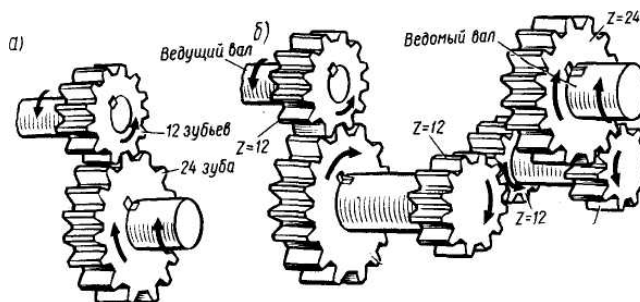

Рис. 78. Зубчатая передача.
I. Чему равно передаточное отношение (передаточное число) в зубчатой передаче, показанной на рис. 78, а, если ведущей является шестерня, имеющая 12 зубьев?
II. Чему равен крутящий момент на валу ведомого колеса (см. рис. 78, а), если к валу ведущего приложен момент 4 Нм? (В ответе указать величину, численно равную крутящему моменту, выраженному в ньютон метрах).
Каково общее передаточное отношение в передаче, показанной на рис. 78, б?
Чему равна частота вращения (в оборотах в минуту) ведомого вала (см. рис. 78, б), если ведущий вращается с частотой 24 об/мин?
Чему равен крутящий момент на ведомом валу (см. рис. 78, б), если к ведущему приложено 4 Нм?